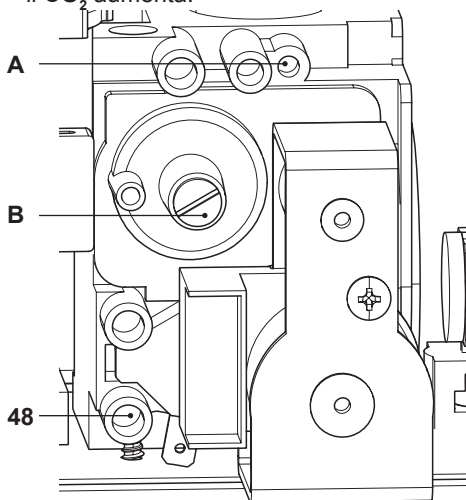

Figura 7.6
- A caldaia spenta (fuori servizio), controllare la pressione di alimentazione utilizzando la presa 48 in Figura 7.6 e confrontare il valore letto con quelli riportati nella tabella Pressioni di alimentazione gas nella sezione "Dati tecnici" pag. 28.
- Richiudere bene la presa di pressione 48 in Figura 7.6.
- Per tarare il  $\text{CO}_2$  della caldaia (pressione del gas al bruciatore) svitare completamente il tappo in ottone di protezione **B** e agire sulla vite a brugola  $\varnothing 4$  mm sottostante Figura 7.6, girando in senso orario il  $\text{CO}_2$  aumenta.
- Se i due dati non coincidono agire sulla vite regolazione massimo RQ (**A** in Figura 7.6) della valvola gas e tarare il  $\text{CO}_2$  allo stesso valore riportato nella sezione "Dati tecnici" in tabella "Dati in sanitario" pag. 28 (modello **M263V.2025 SM/..**) e pag. 32 (modello **M263V.3035 SM/..**). Girando in senso orario il  $\text{CO}_2$  diminuisce.